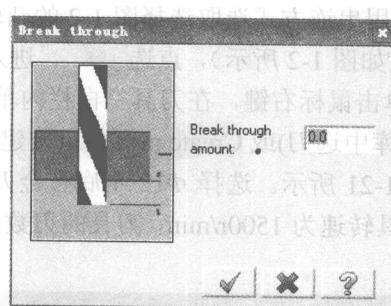

图 1-15 突破量对话框
(9) 点选 Break thru..., 设置突破量, 如图 1-15 所示。设置突破量参数可使外形材料清除得更彻底。